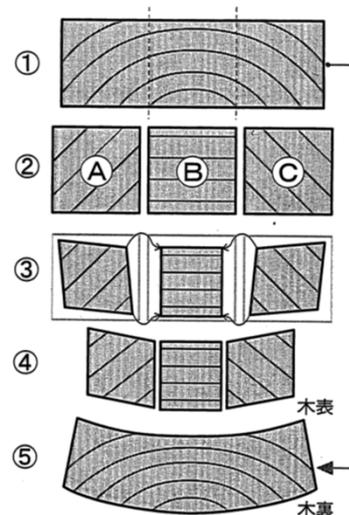

図3 板目板の反り
ここで、板目板の反りについて詳しく説明します。図3²⁾の①は板目板を3分割した断面の単純化モデルです。接線方向は半径方向の2倍収縮しますから、②のAとCはひし形、Bは縦長の長方形になります（③）。変形したA～Cをつなげて（④）元に戻すと⑤のように反った状態になるというわけです。一方、柾目板の場合は3分割した全ての箇所が②のBと同様になるため、（収縮しますが）反りはほとんど生じません。